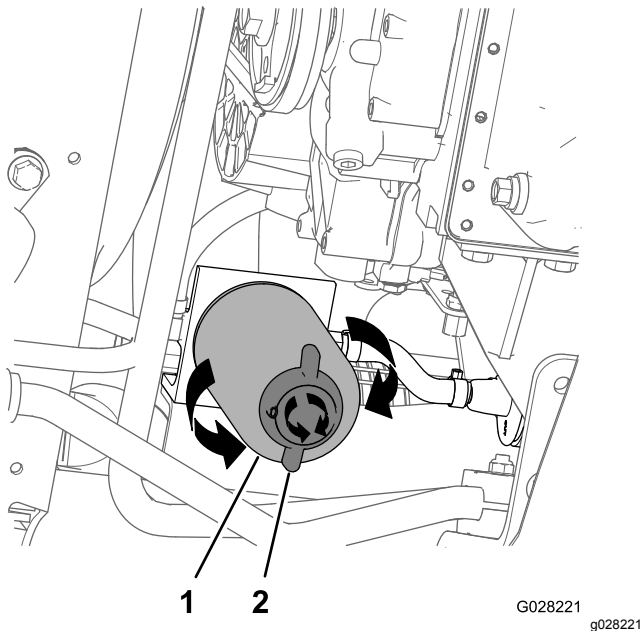

Figure 75
4. Placez un bac de vidange sous le filtre à carburant ; voir Figure 75 sous Remplacement du filtre séparateur d'eau \(page 64\).
2. Placez un bac de vidange sous le filtre séparateur d'eau (Figure 75).
3. Tournez la vanne de vidange au bas du filtre séparateur d'eau dans le sens antihoraire (Figure 75).
4. Nettoyez la surface autour du filtre séparateur d'eau et du support de l'adaptateur (Figure 75).
5. Déposez le filtre séparateur d'eau (Figure 75).
9. Tournez fermement la vanne de vidange au bas du filtre séparateur d'eau dans le sens horaire (Figure 75).